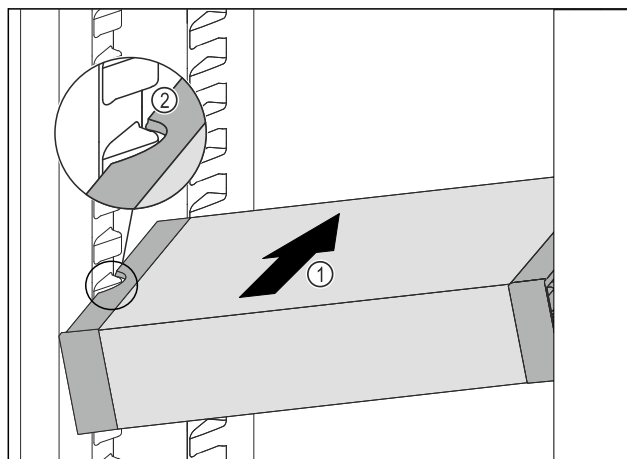

Fig. 213
- VarioSafe gurajte koso u hladnjak Fig. 213 (1) sve dok se bočni otvori Fig. 213 (2) ladice VarioSafe ne nađu na visini žlijeba spremnika u hladnjaku.